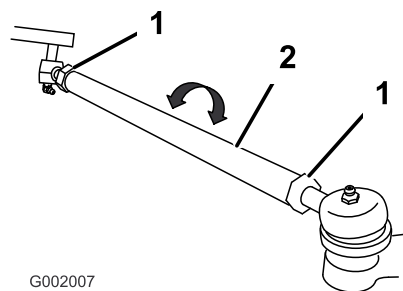

Figura 61
5. Se la misura non rientra nel campo specificato, allentate i controdadi da ambo i lati dei tiranti (Figura 61).